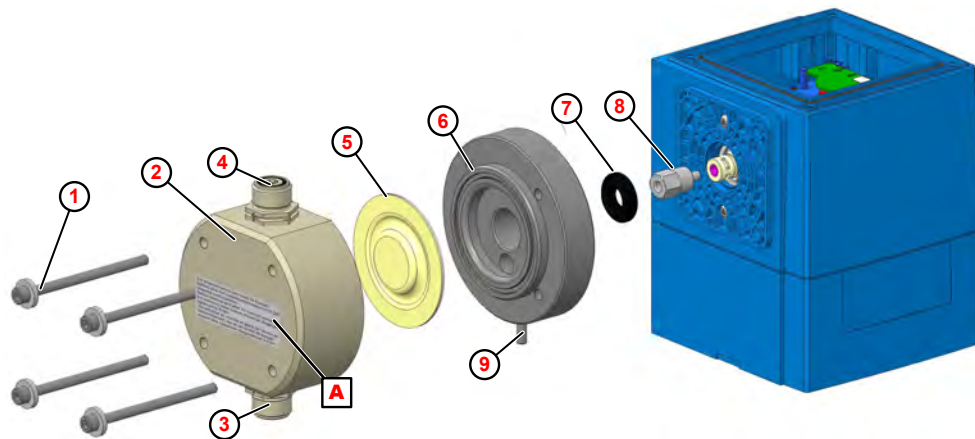

Abb. 24: Austausch von Pumpenkopf, Membrane und Schutzmembrane
1. Saug- und Druckventil ( Abb. 24 , ③ und ④ ) abschrauben.
2. Pumpenkopfschrauben ① lösen und herausnehmen.
3. Pumpenkopf ② abnehmen.
4. Membrane ⑤ herausschrauben.
5. Zwischenplatte ⑥ abnehmen
6. Schutzmembrane ⑦ abziehen.
8. Zwischenplatte so einlegen, dass Membranbruchauslauf ⑨ nach unten zeigt.